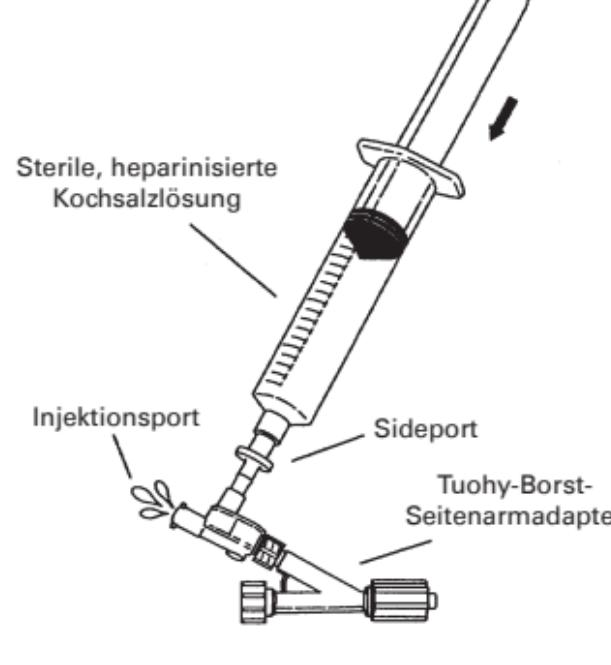

Abb. 2
- Das Doppelrückschlagventil an den durchsichtigen Tuohy-Borst-Adapter anschließen. Das Tuohy-Borst-Ventil muss vollständig geschlossen sein. Ein mit heparinisierter Kochsalzlösung gefüllte 20-ml-Spritze an den Sideport des Doppelrückschlagventil-Adapters anschließen und den Injektionsport langsam entlüften. (**Abb. 2**)